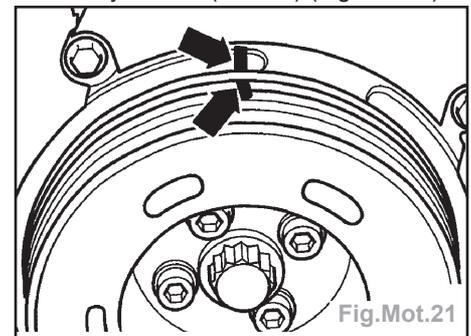

Fig.Mot.21
- Situer la poulie de vilebrequin au PMH sur le cylindre 1 (flèches) (Fig.Mot.21).
- Mettre la poulie de vilebrequin au PMH, cylindre 1 (flèches) (Fig.Mot.21).
- Amener le vilebrequin au PMH du cylindre 1 (Fig.Mot.21).